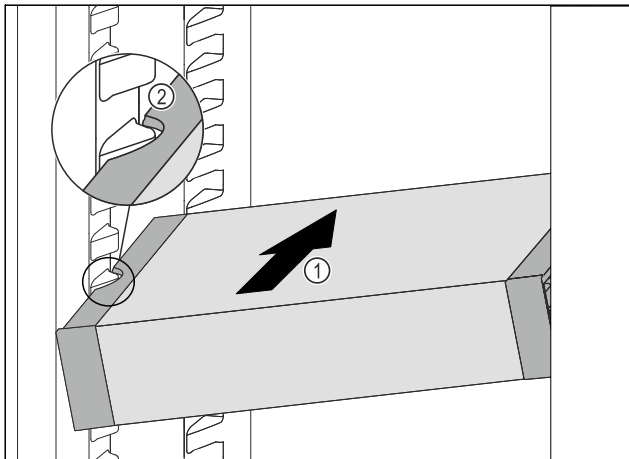

Fig. 88
- ▶ 将 VarioSafe 斜插入冷藏区中 Fig. 88 (1)，直至 VarioSafe 的侧部凹槽 Fig. 88 (2) 与冷藏区中的容器肋梁持平。